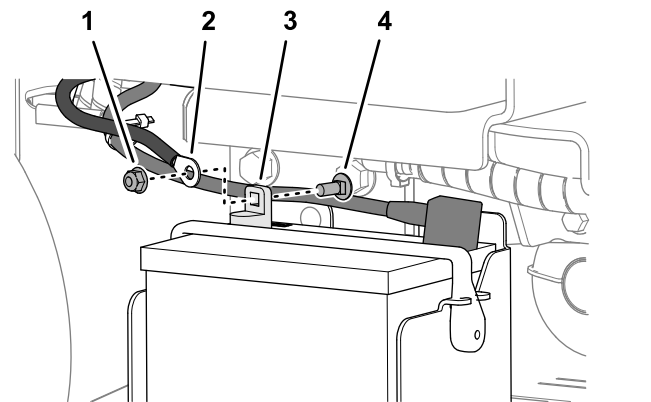

Figura 58
7. Desconecte el cable del borne negativo de la batería (Figura 58).